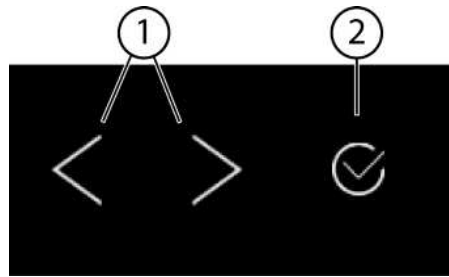
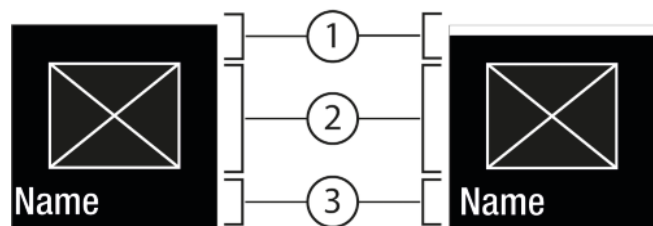
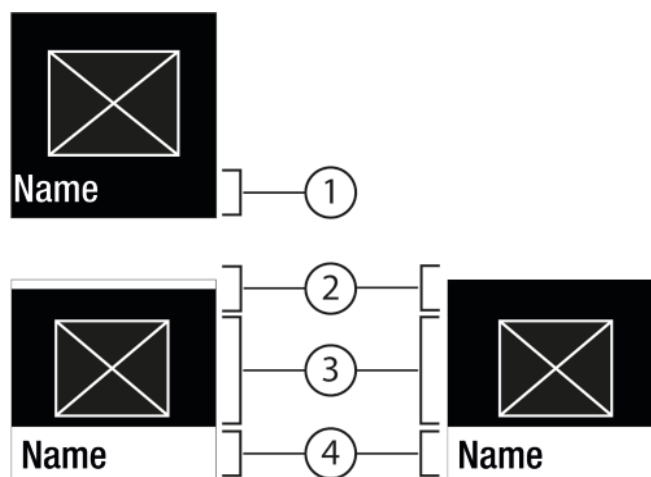

Fig. 5
Fig. 6
Fig. 7
- (1) Навигационная стрелка влево / вправо
(2) Подтвердить
Навигационная стрелка влево / вправо Fig. 5 (1):
Подтвердить Fig. 5 (2):
- Навигация при помощи навигационной стрелки влево / вправо Fig. 5 (1).
- С помощью Подтвердить Fig. 5 (2) активировать Fig. 6 (1) / деактивировать Fig. 6 (1) функцию / настройку.
- С помощью Подтвердить Fig. 5 (2) вызвать Подменю Fig. 7 (4).
- Установка нового значения: С помощью Подтвердить Fig. 5 (2) выбрать деактивированное значение Fig. 6 (1).
- Назад в меню: С помощью Подтвердить Fig. 5 (2) выбрать уже активированное значение Fig. 6 (2).
- ▶ Навигационные стрелки Fig. 5 (1) нажимайте до тех пор, пока не появится индикация функции .
- ▶ Нажмите на Подтвердить Fig. 5 (2).
- ▶ Навигационные стрелки Fig. 5 (1) нажимайте до тех пор, пока не появится индикация функции.
- ▶ С помощью навигационных стрелок Fig. 5 (1) выберите значение настройки.
- ▷ Состояние: активировано Fig. 6 (1) появляется ненадолго в Подменю Fig. 7 (4).
- ▶ Нажимайте навигационные стрелки *Fig. 5 (1)* до тех пор, пока не появится индикация настроек .
- ▶ Нажмите на Подтвердить *Fig. 5 (2)*.
- ▶ Нажимайте навигационные стрелки *Fig. 5 (1)* до тех пор, пока не появится индикация требуемой настройки.